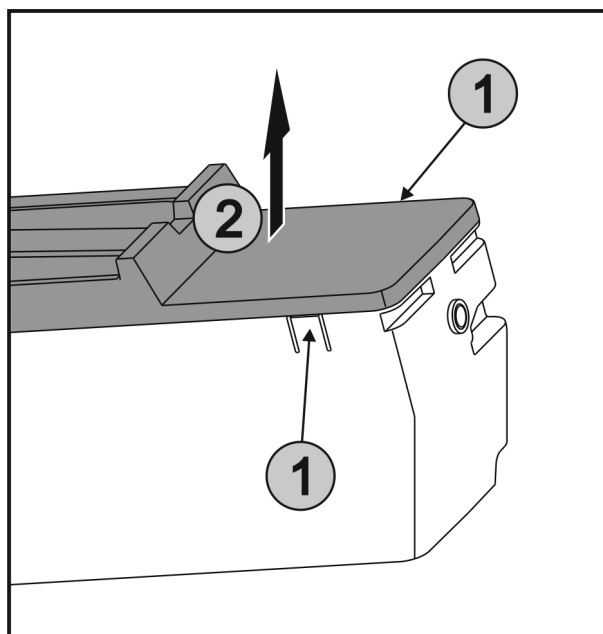

Fig. 57
- ▶ Одновременно нажать на накладки Fig. 57 (1) на обеих сторонах EasyTwist-Ice и снять крышку Fig. 57 (2) движением вверх.